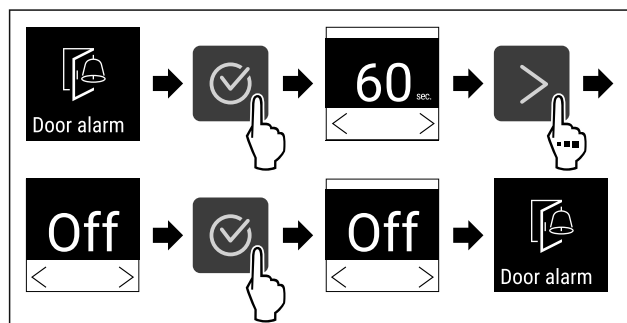

Fig. 89
- Complete steps (see Fig. 89).